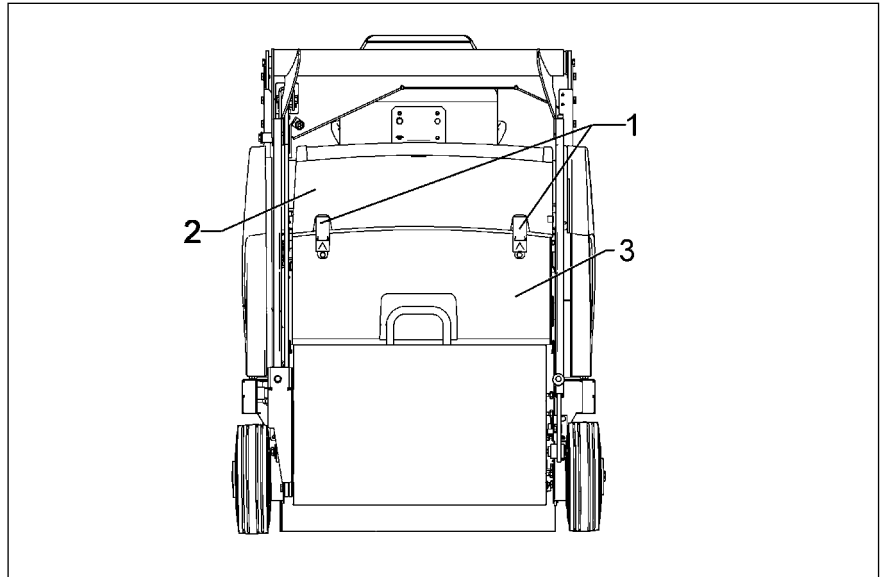

Abb.21
- Schnellverschlüsse (Abb.21/1) lösen
- Deckel, Filterkasten (Abb.21/2) abnehmen.
- Schnellverschlüsse (Abb.21/1) lösen.
- Deckel, Filterkasten (Abb.21/3) abnehmen.